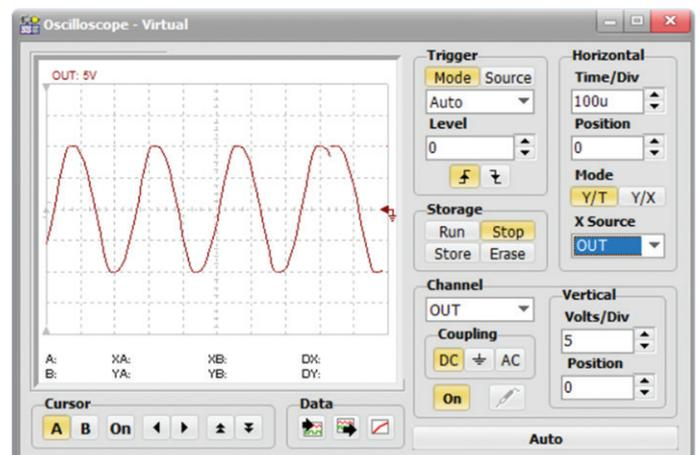

Bild 3. Ausgangswellenform des RC-Oszillators.
- Prüfen Sie die Ausgangswellenform (Bild 3). Die Periode beträgt  $250 \text{ }\mu\text{s}$ , was einer Frequenz von  $4 \text{ kHz}$  entspricht. Beachten Sie die Störung (Glitch) in der Ausgangswellenform auf dem Oszilloskop. Das Oszilloskop kann synchronisiert werden, um ein stabiles Bild zu erhalten. Wählen Sie dazu unter *Mode* die Option *Normal* und unter *Source* den Eintrag *synchronizing signal*. Es kann auch erforderlich sein, den (Trigger-) Pegel einzustellen.